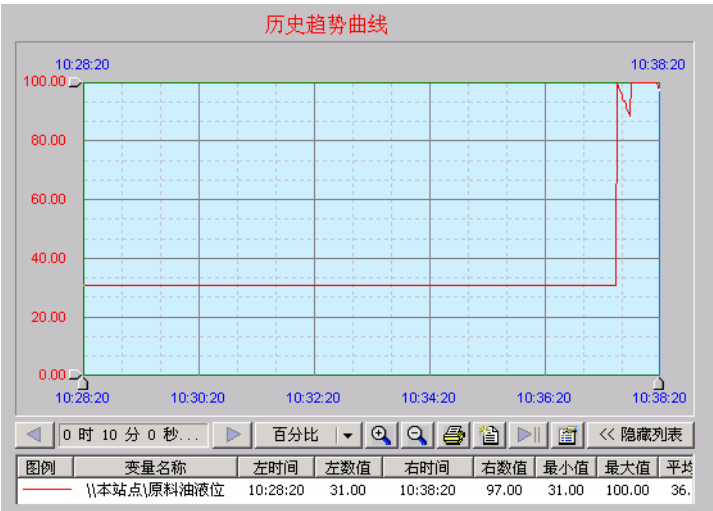

图 6-14
- 6、单击“文件”菜单中的“切换到 VIEW”命令，进入运行系统。系统默认运行的画面可能不是您刚刚编辑完成的“历史趋势曲线画面”，您可以通过运行界面中“画面”菜单中的“打开”命令将其打开后方可运行，如图 6-14 所示：